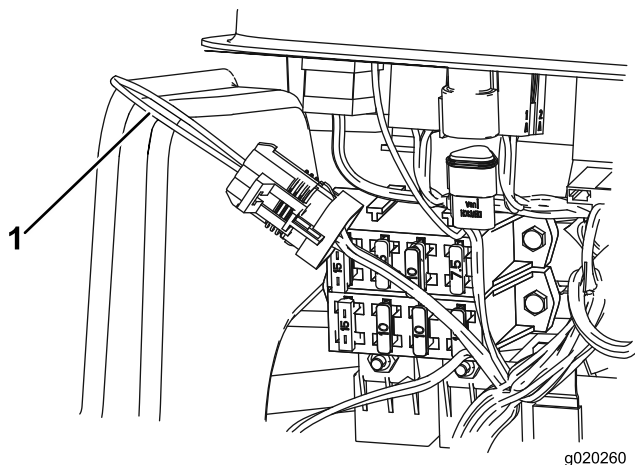

Figura 36
3. Localize os fios e os conectores do circuito (Figura 36).